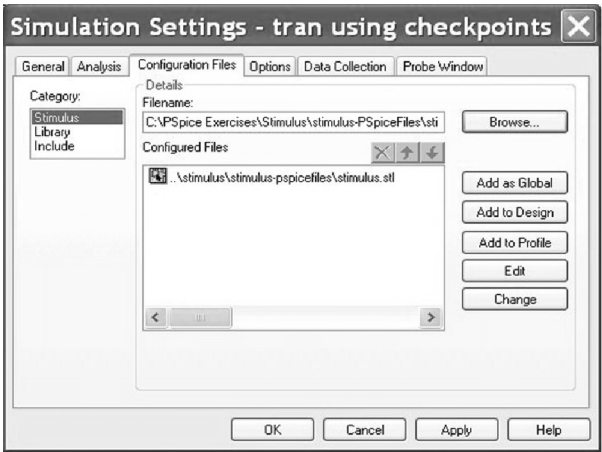

图 7.15 在仿真设置中添加激励源文件
5. 使用第 6 章已经定义的 V_{in} 信号源作为输入激励源，在仿真设置窗口中选择 **Configuration Files** 文件配置选项，然后在 **Category** 目录中选择 **Stimulus** 激励源，最后通过 **Browse** 浏览按钮对激励源文件 stimulus.stl 进行选定。如图 7.15 所示，单击 **Add to Design** 把所选激励源添加到设计中。第 6 章已经对激励源的具体添加步骤进行了详细的讲解。